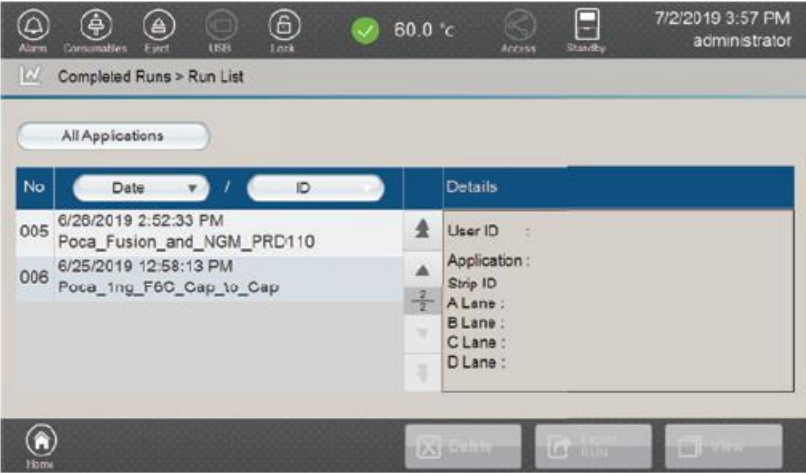

図 107 Run List 画面
Run List 画面（図 107）は、Run List と Run Details の 2 つのメインセクションに分かれています。
1. **Run List** 画面 (図 107) に表示されているリストから目的のランを選択します。
データの評価とエクスポート後、Run List 画面（図 107）で目的のランの名前を選択し、**Delete** ボタンを選択することで、装置からラン全体を削除することができます。選択したデータを本当に削除してよいか確認する警告ウィンドウが表示されます。削除する場合は **Yes** を、削除をキャンセルする場合は **No** 選択します。